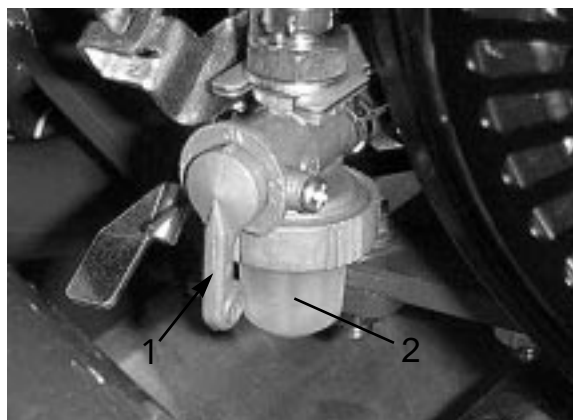

図 34
1. 燃料バルブを閉じて、フィルタのボディーからボウルを外す (図34)。